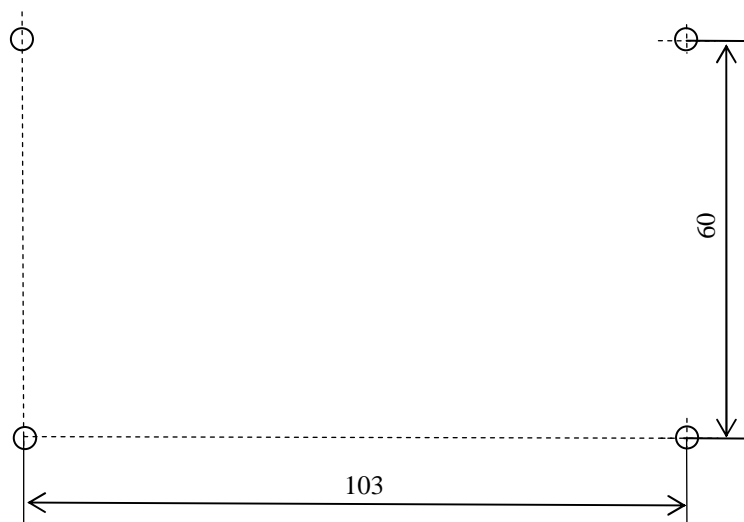

Рисунок 4.2. Разметка крепления УПВК-1У
2. Закрепите корпус УПВК к поверхности стены и т. п. (разметка по рис.4.2) вблизи от видеокамеры (до 1 м).